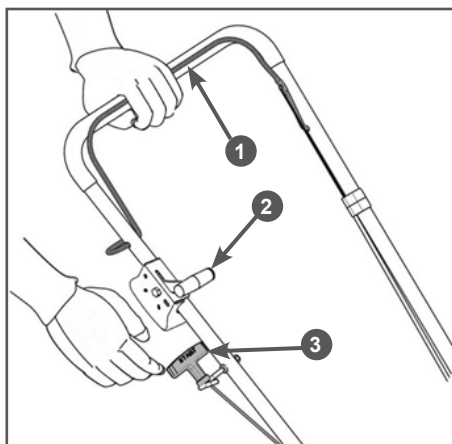

Рис. 12 Запуск двигателя
Перед запуском двигателя, несколько раз задействуйте рычаг 1 остановки двигателя (Рис. 12). Убедитесь, что трос остановки двигателя движется свободно, и что рычаг остановки двигателя работает должным образом.
новки двигателя левой рукой (Рис. 12).
При возникновении аварийной ситуации, для экстренной остановки двигателя отпустите рычаг 1 остановки двигателя (Рис. 12).
- Отпустите рычаг 1 остановки двигателя (Рис. 12).